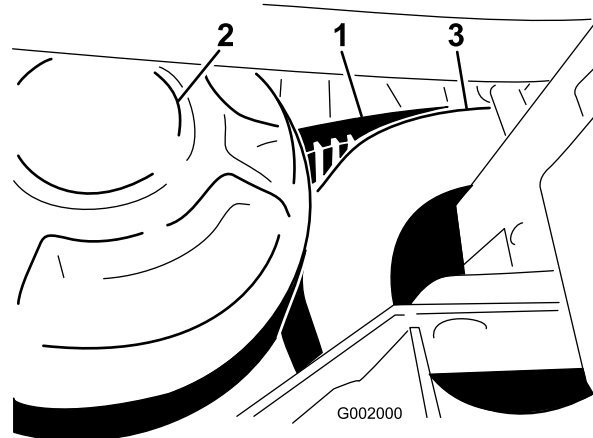

図 65
1. 二次クラッチを回しながら二次クラッチ部分でベルトを外す(図 65)。